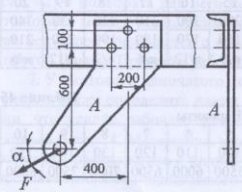

Рис. 46
3. Рассчитать болты, которыми полоса *A* прикреплена к швеллерной балке (рис. 46), по данным табл. 46.